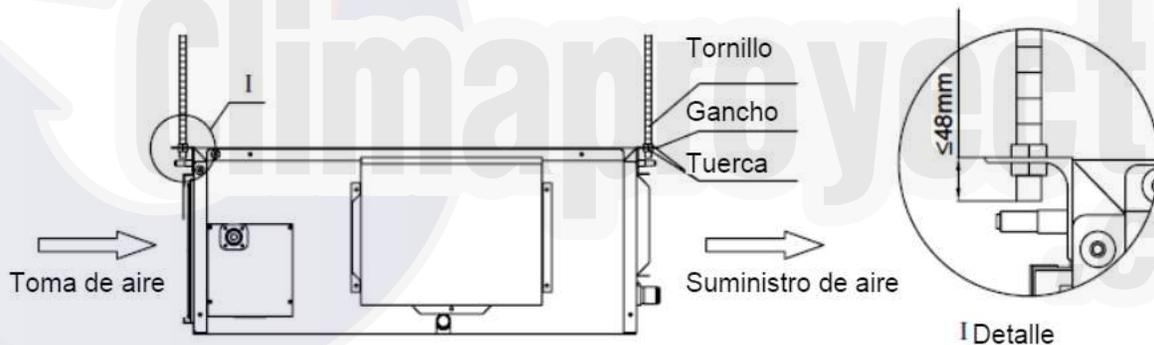

Fig. 9.3
(3) Instale la unidad interior en el techo como muestra la Fig. 9.3.